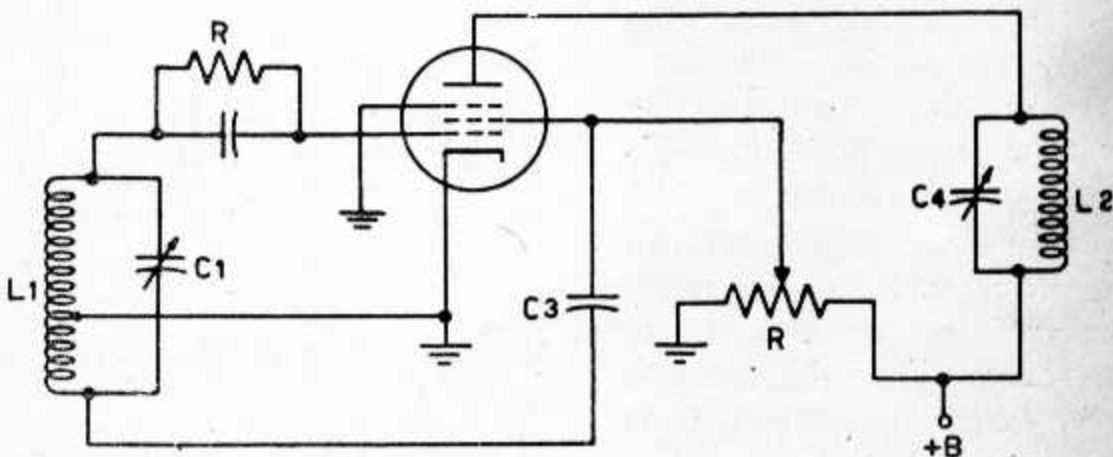

Figura 8
**Oscilador de acoplamento Eletrônico (E.C.O.):** as iniciais E.C.O. referem-se ao nome do circuito na língua inglesa. (Electron Coupled Oscillator). Este tipo de oscilador combina um oscilador e um amplificador num único circuito. Pode-se usar oscilador Hartley, Colpitts ou qualquer outro. Na figura 8, o catodo,